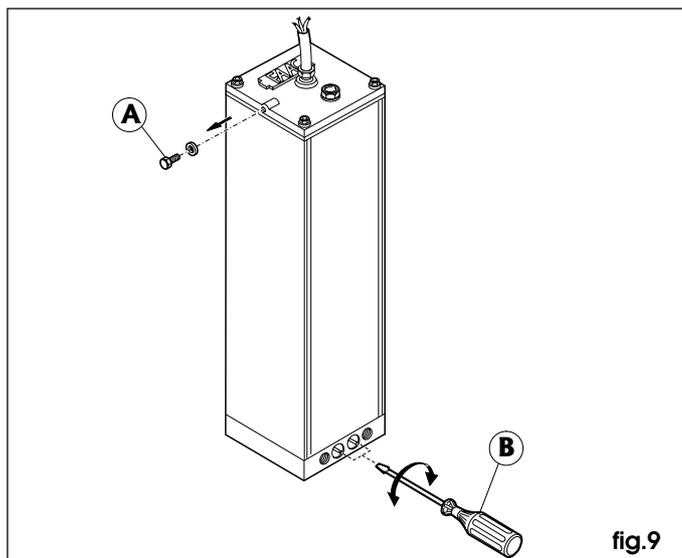

fig.9
- 4) Enlever et conserver la vis de purge d'après la fig.9 réf.A.
Pour régler le système hydraulique de réglage de la force transmise, agir sur les deux vis by-pass (fig.9 réf. B).